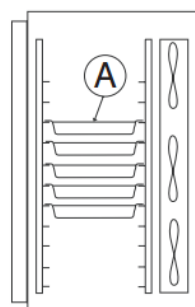

Рисунок 3
- Если аппарат загружается не полностью, сосредоточить противни в центральной части тележки-шпильки шокового охлаждения, установив дополнительный пустой противень (А) над последним противнем (Рисунок 3).